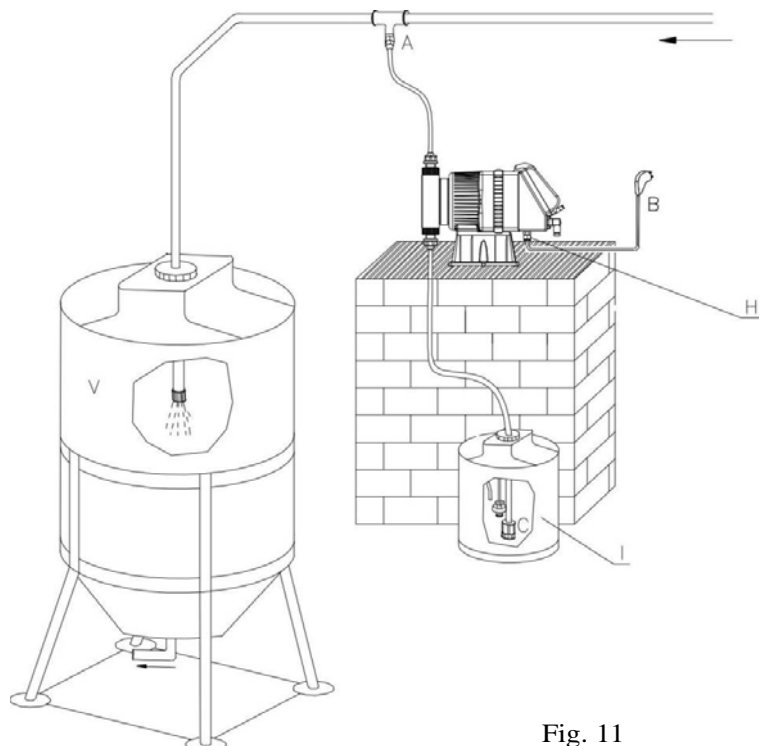

Fig. 11
7.2 - SCHEMA DI IMPIANTO TIPICO (Fig. 11)